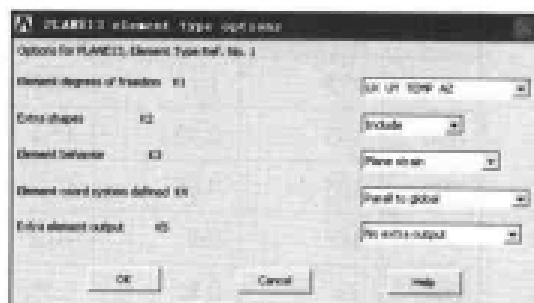

图 13-71 PLANE13 单元属性设置对话框
(3) 单击 Element Types 对话框上的 Options 按钮, 出现 PLANE13 element type options 对话框, 在 Element degrees of freedom K1 下拉列表框中选择 UX UY TEMP AZ 选项, 其余选项采用默认设置, 如图 13-71 所示, 单击 OK 按钮关闭该对话框。